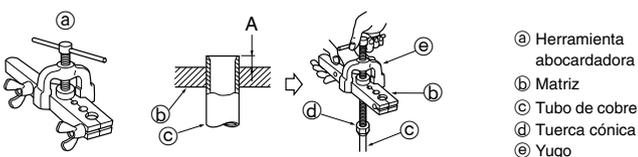

Fig. 5-5
5.2.4. Trabajo de abocinamiento (Fig. 5-5)